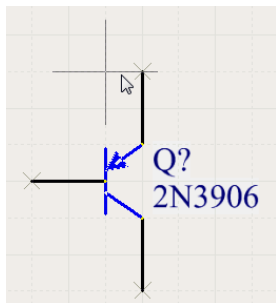

图 2.44
**Step 5** 选中元件后, 在 Libraries(元件库)面板中, 将出现元件符号的预览以及元件的模型预览, 确定是想要放置的元件后, 单击面板上方的按钮, 光标将变成十字形状, 并附着元件 2N3904 的符号, 出现在工作窗口中, 如图 2.44 所示。